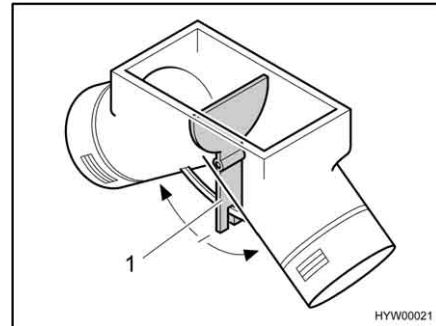

Fig. 90 Ventola di ricircolo dell'aria, sportello di impostazione su posizione centrale
Sulla posizione centrale l'aria calda si distribuisce uniformemente in entrambe le uscite di aria calda. La leva di comando (Fig. 90,1) per lo sportello di impostazione si trova sotto lo sportello del pavimento nell'armadio guardaroba.
- Spingere la leva di comando (Fig. 90,1) nella direzione della freccia fino alla posizione desiderata.